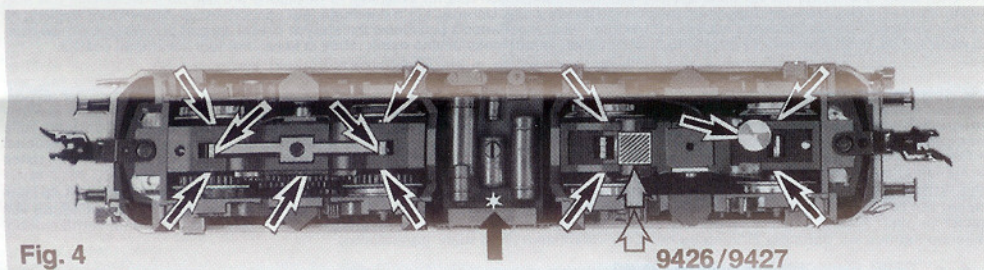

Fig. 4
* Dieser Stern bezeichnet die Masse-führende „gemeinsame Seite“ der Lok (Fig. 4).
An der markierten Stelle kann der **Schaltmagnet 9426/9427** eingebaut werden (Fig. 4).
* This star indicates the so called "common side" of the loco (fig. 4).
The indicated point can be used for locating the **switching magnet 9426/9427** (fig. 4).
* Cette étoile indique le côté "masse" de la locomotive, qui est "commun" aux deux alimentations ci-dessus (fig. 4).
L'aimant permanent 9426/9427 peut être monté à l'endroit indiqué (fig. 4).
Ob de gemerkte plaats kan de **schakelmagneet 9426/9427** gemonteerd worden (fig. 4).
* Questo asterisco contrassegna il "lato comune" della locomotiva che conduce a massa (fig. 4).